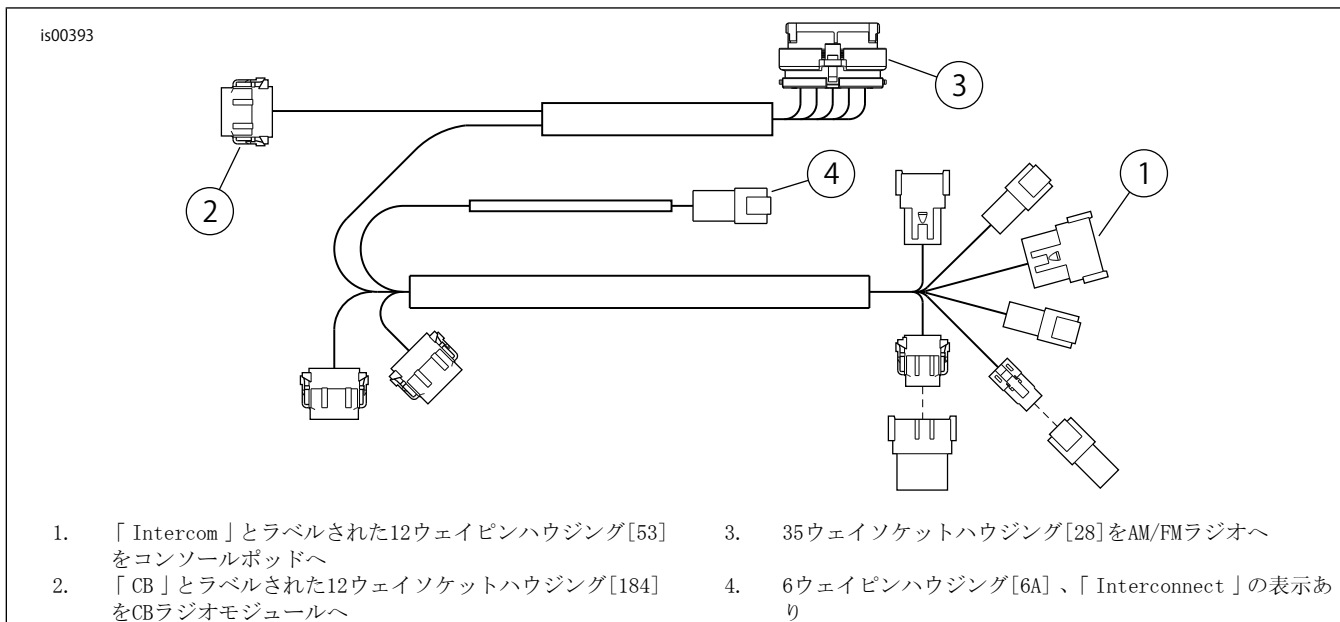

図2。ノンウルトラのオーバーレイハーネス
11. 「図2」を参照してください。
- c. 「図2」を参照してください。キットからのCBモジュールハーネスコネクターを、ノンウルトラオーバーレイハーネス上部にある「CB」(2)とラベルされたコネクター[184]に接続します。
- e. ラジオ背面の周辺にあるインターコネクトハーネスのオーディオコネクタ[6B]の位置を確認します。オーバーレイハーネスの6ウェイピンハウジング[6A] (4)をソケットハウジング[6B]に接続します。